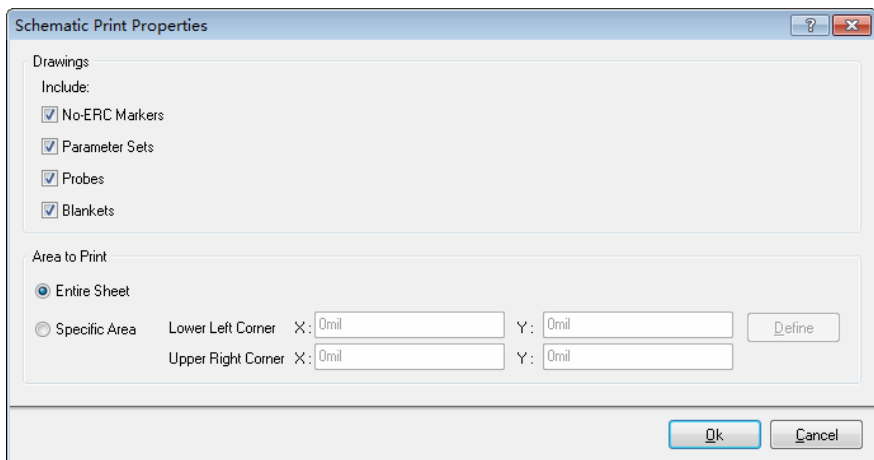

图 5-20 原理图打印属性对话框
3) **Advanced**: 单击该按钮打开原理图打印属性对话框, 如图 5-20 所示。